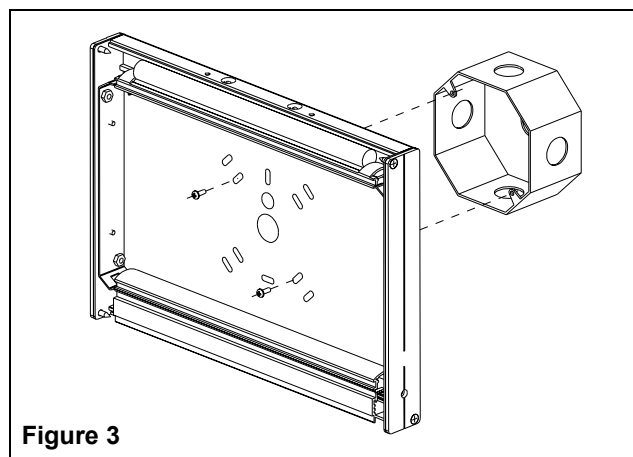

Figure 3
- e. Effectuer les connexions nécessaires (voir fig. 3).